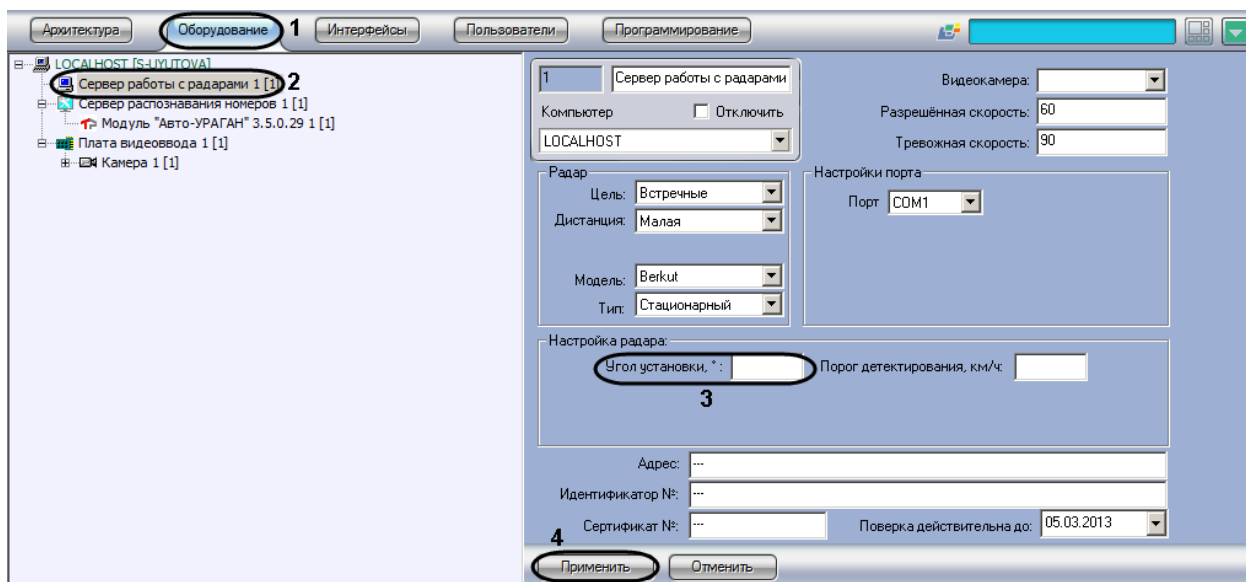

Рис. 7.3—9. Указание угла наклона устройства «Радар» над дорогой
- В дереве объектов на вкладке «Оборудование» выбрать объект «Сервер работы с радаром», соответствующий настраиваемому программному модулю «Радар» (см. Рис. 7.3—9, 2). В правой части вкладки «Оборудование» отобразится панель настройки выбранного объекта.
3. Задать в поле «Угол установки,0» угол наклона устройства «Радар» над полосой дорожного движения (см. Рис. 7.3—9, 3).